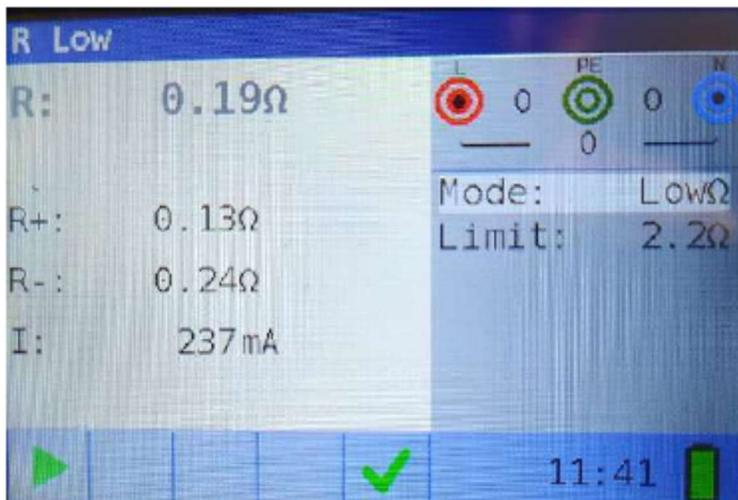

Figure 8.1: Dernier résultats
**Étape 1** Lorsque la mesure est terminée (figure 8.1), les résultats sont affichés à l'écran.